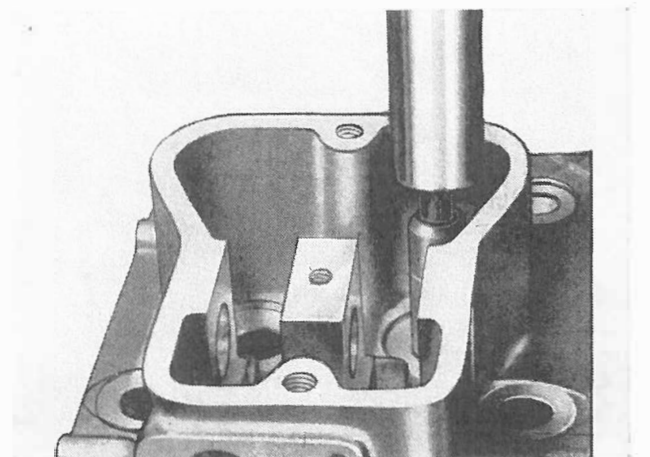

Fig. 13
- Forzare le guide con una pressa o con punzone (Fig. 13).
5. Drive in guides with a press or punch (Fig. 13)
- Emmancher les guides à la presse ou avec un jet métallique calibré (fig. 13).